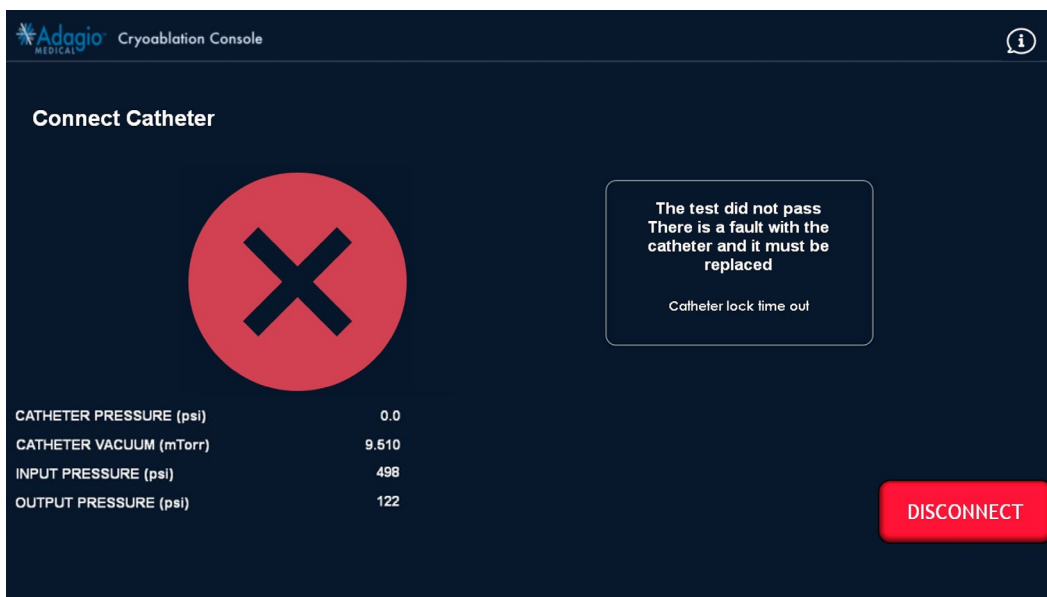

Afbeelding 31 – Scherm tijdens het testen van het kathetervacuüm
8. Wanneer de katheter is aangesloten, begint de console automatisch het vacuüm van de katheter te testen (*Afbeelding 31*). Als de katheter de vacuümtest doorstaat, gaat de console automatisch verder met de vraag om de katheter door te spoelen, zoals in het in *Afbeelding 34* getoonde scherm.